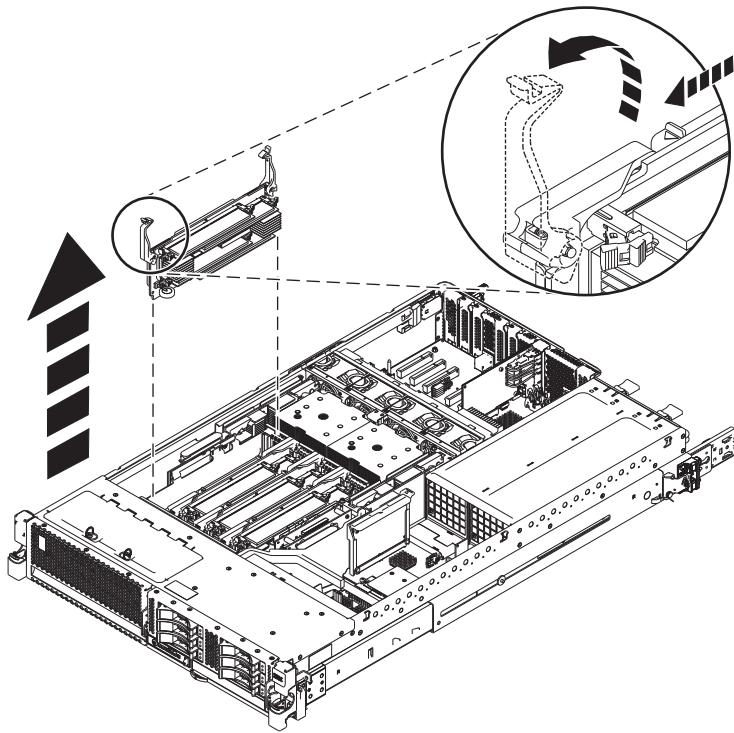

図4. メモリー・モジュール・ライザーの取り外し
- メモリーを既存のライザーに追加する場合、ロッキング・タブを引いて開位置にして、メモリー・ライザーをシステムから持ち上げ、システムから取り外します。12ページの図4を参照してください。